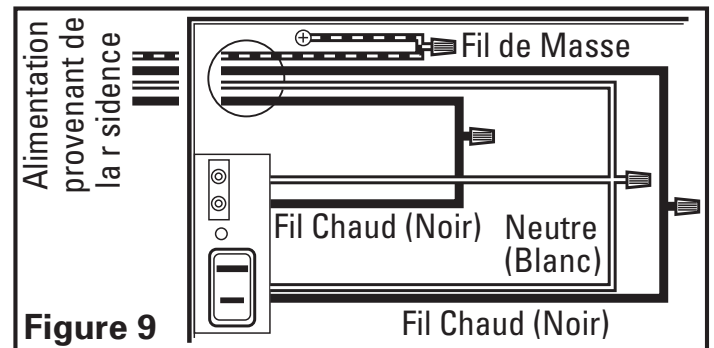

Figure 9
- 1a. Par l o vous avez acc s l int rieur de la bo te de jonction du ventilateur, raccorder un fil Blanc de la maison aux deux fils Blancs du r ceptacle de la lumi re du ventilateur et le fil Blanc du r ceptacle du ventilateur d vacuation. Raccorder le premier fil Noir provenant du commutateur mural au fil Noir du r ceptacle de la lumi re. Raccorder le second fil Noir provenant de la maison vers le r ceptacle du ventilateur d vacuation. Raccorder le fil de mise la terre de la maison au fil Vert de la vis de mise la terre du ventilateur (**Figure 9**). Utiliser des m thodes de raccordement approuv es pour toutes les connexions.